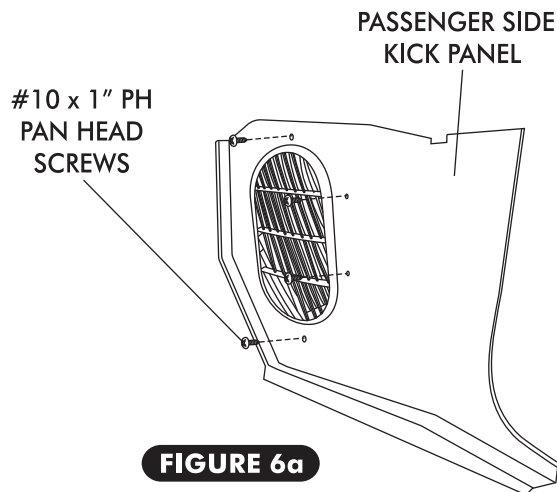

FIGURE 6a
- ☐ INSTALL PASSENGER SIDE KICK PANEL USING THE (2) OEM SCREWS AS SHOWN IN FIGURE 6a.